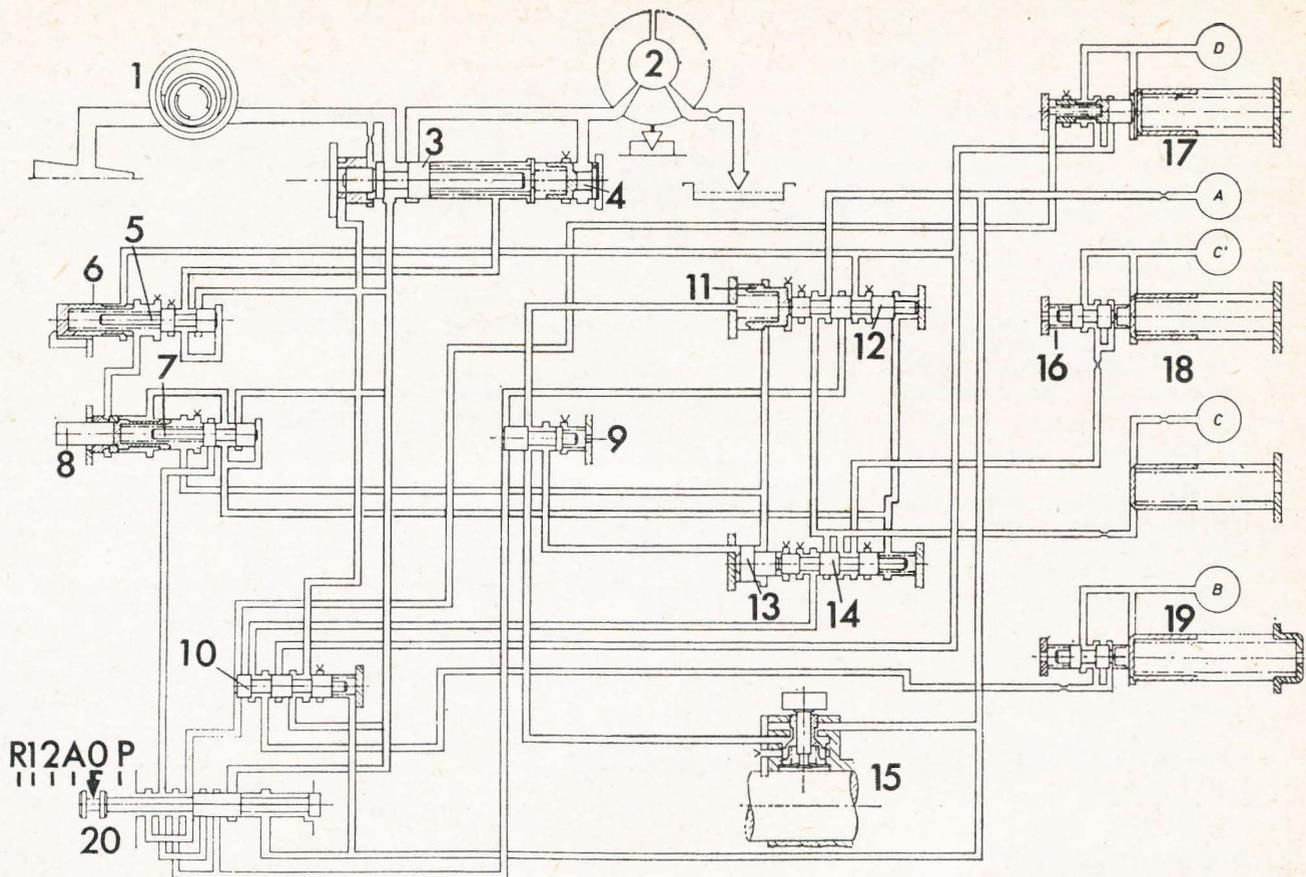

Fig. 6. — Schéma du système de commande hydraulique (version B.M.W.)
La figure 6 montre le schéma de l'ensemble des circuits hydrauliques, indiquant les éléments de l'appareil directeur, les servo-mécanismes actionnant les freins et embrayages, leurs valves de commandes, ainsi que les dispositifs de temporisation, et finalement, l'alimentation du convertisseur en huile sous pression pour éviter la formation de mousses. L'appareil directeur se compose du tiroir de sélection (20) (représenté ici dans la version allemande) et de deux tiroirs d'accélération (5) et (7) actionnés par la pédale d'accélérateur. Les tiroirs de passages (12) et (14) commandent l'alimentation des freins et embrayages. Ils reçoivent du côté gauche la pression en provenance du régulateur centrifuge (15), qui croît avec la vitesse du véhicule et cherche à pousser les tiroirs vers la droite et ainsi à faire « monter » les gammes. Sur le côté droit des tiroirs de passage s'applique la pression hydraulique en provenance des tiroirs d'accélérateur (5) et (7), qui elle, croît avec l'ouverture des gaz, et qui cherche à retarder la montée des gammes, donc à faire rétrograder la transmission.
Sinon, le système hydraulique de la figure 6 montre la pompe à huile (1) qui assure l'alimentation, les valves régulatrices de pression (3) et (4), les soupapes de blocage (9) et (10) et finalement les accumulateurs-amortisseurs (17), (18) et (19). Le convertisseur est représenté en (2).